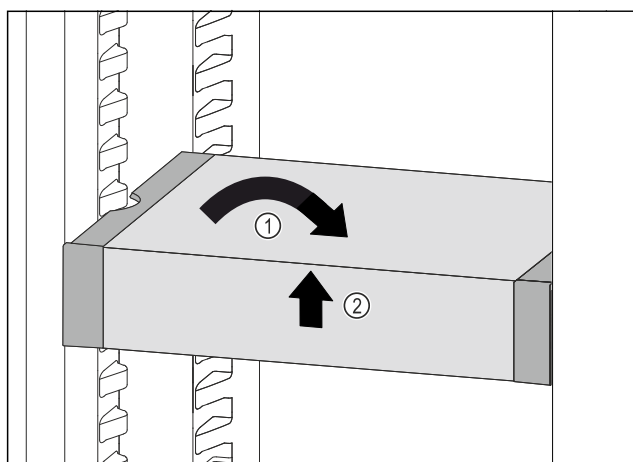

Fig. 102
- VarioSafe gerade stellen. Fig. 102 (1)
- VarioSafe vorne anheben. Fig. 102 (2)